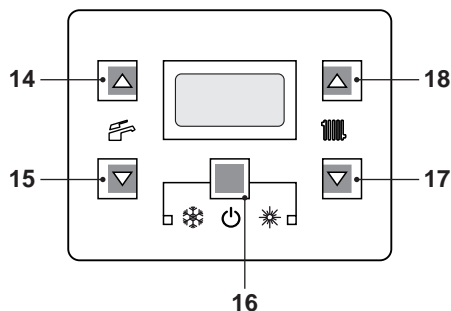
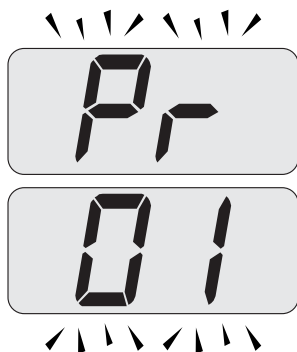
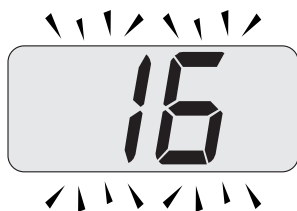

Figura 9.21
Figura 9.22
Figura 9.23
- Entrare in "modalità programmazione" premendo contemporaneamente per 10 secondi i tasti 16- 17- 18(Figura 9.21) fino a far apparire sul display LCD le lettere **Pr** che si alternano con il codice **01** indicanti l'entrata nel "parametro 01"(Figura 9.22).
- Premere contemporaneamente i tasti 16e 18(Figura 9.21) fino a far apparire sul display LCD il valore del parametro 01 (Figura 9.23) (14=M160.1212 SV/.., 16=M160.2525 SV/.. o 17=M160.3030 SV/..).
- Premendo contemporaneamente i tasti 16e 17(Figura 9.21 ) si esce senza modificare il valore (ritorno alla lista parametri Figura 9.22)
- Premendo contemporaneamente per 10 secondi i tasti 16- 17- 18(Figura 9.21) si esce dalla "modalità programmazione".